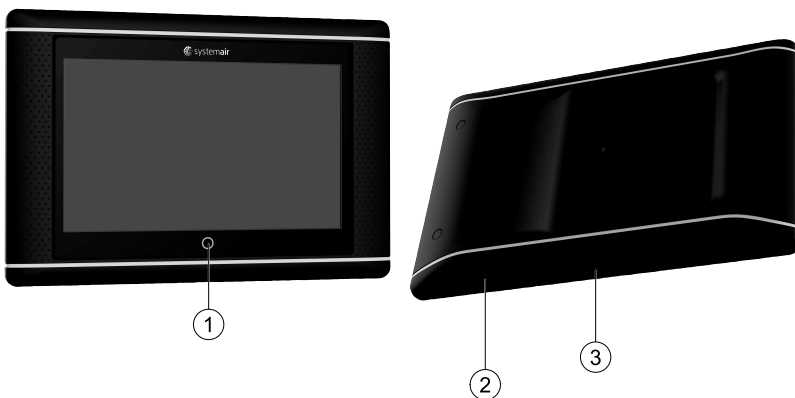

Fig. 6 (1) Bouton accueil, (2) port USB, bouton de redémarrage, (3) alimentation électrique et communication
Vous pouvez toujours revenir au tableau de bord d'aperçu du système en appuyant sur le bouton accueil, figure 6, (1).